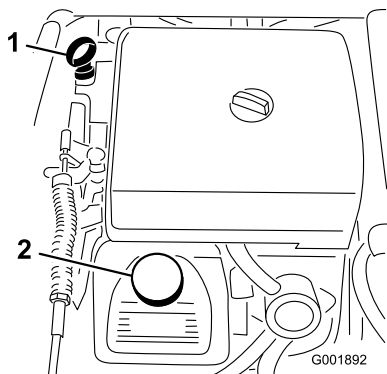

Figura 50
2. Retire la varilla y límpiela con un paño limpio (Figura 50). Introduzca la varilla en el tubo asegurándose de que entre a fondo. Retire la varilla y compruebe el nivel de aceite.
3. Si el nivel de aceite es bajo, retire el tapón de llenado de la cubierta de la válvula (Figura 50) y vierta aceite por el orificio hasta que el nivel de aceite llegue a la marca Lleno de la varilla. Añada el aceite lentamente y compruebe el nivel a menudo durante este proceso. No llene demasiado.
8. Agregue lentamente un 80% de la cantidad especificada de aceite por el tubo de llenado (Figura 50).